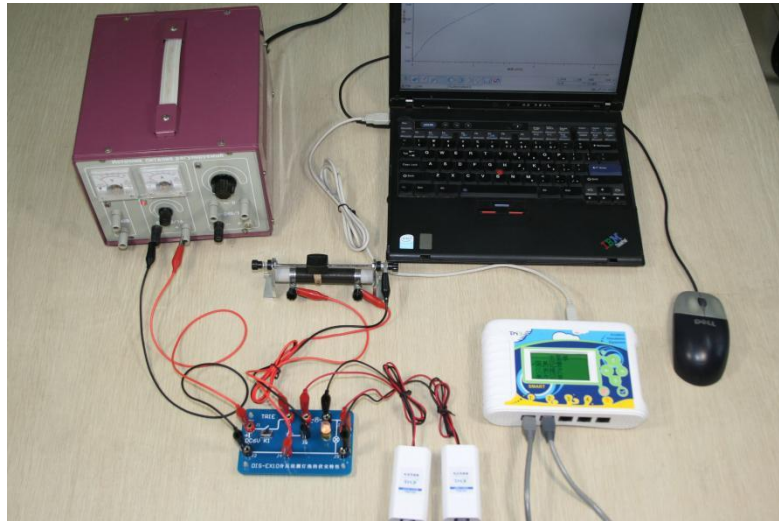

Рис.3 Собранная экспериментальная установка
1. Как показано на рис. 3, подключите датчик напряжения и датчик тока к регистратору данных Smart, затем подключите регистратор к компьютеру с помощью USB-кабеля;